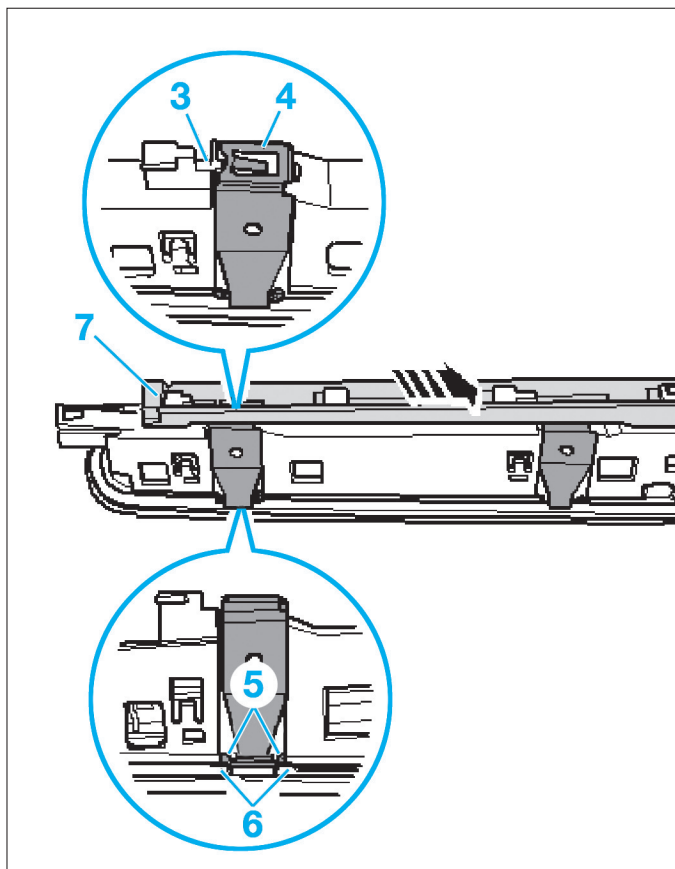

Fig. 67
- Placer les agrafes-ressorts sur le boîtier du troisième feu stop de manière à ce que l'ergot (3) se trouve en face de la découpe aménagée dans l'agrafe (4) (Fig.67).
- Veiller à ce que les agrafes (5) de l'agrafe soient engagées derrière les guidages (6) du boîtier.
- Placer la glissière de retenue (7) sur le boîtier et la bloquer dans le sens de la flèche.